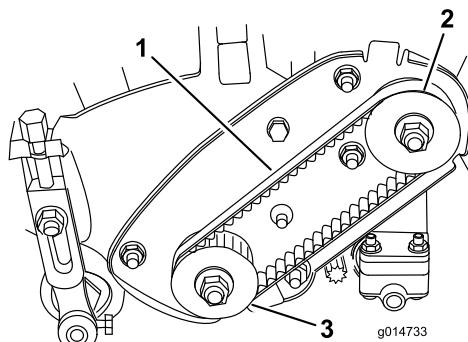

図 37
2. プーリ間の中央でベルト（図 37）を指で押して点検する。押す力は $1.8 \pm 0.5$  kg程度。 $4.8 \sim 7.9$  mm 程度のたわみが出るのが適正である。たわみの量が適正でない場合は以下の手順へ進む。